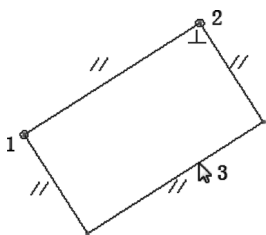

图 2-10 绘制斜矩形
3) 移动鼠标至合适位置处单击以确定斜矩形的另一边长, 如图 2-10 所示。最后单击鼠标中键退出该命令。